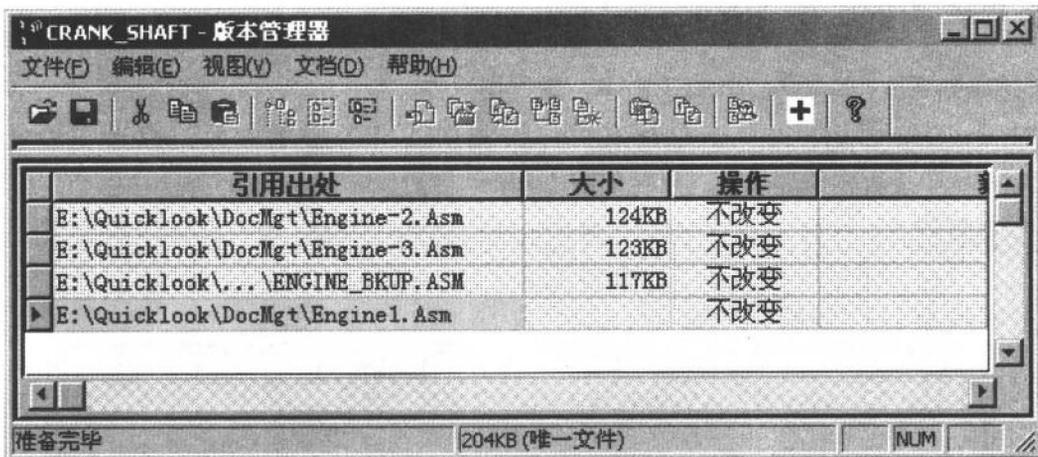

图 1.9
- 向下滚动列表，以便显示所有相关的文件，如图 1.9 所示；